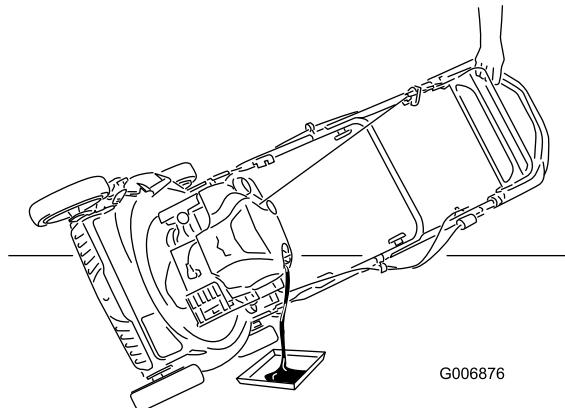

Figura 27
- Inclinate il tosaerba sul fianco, con il filtro dell'aria in alto, per scaricare l'olio usato attraverso il tubo di riempimento (Figura 27).